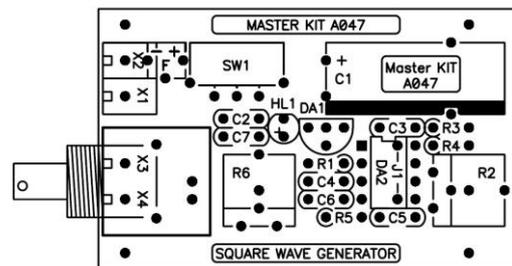

Рис.3 Монтажная схема
3. Отформуйте выводы элементов и установите их на плате в соответствии с монтажной схемой (**рис.3**) в следующей последовательности: сначала малогабаритные, а потом все остальные элементы. Установите проволочную перемычку J1. Соблюдайте полярность при установке электролитических конденсаторов («-» - черта на корпусе) и светодиода («-» - срез на корпусе). При установке микросхемы соблюдайте её «ключ»: точка на корпусе вблизи одного из выводов должна быть ориентирована в сторону «выемки» на печатной плате и на панельке.